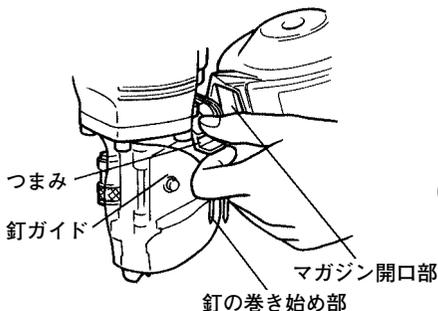

図 8
(2) 釘ガイド内に釘を装てんする
- 釘ガイドとつまみに指をかけ、つまみを下へ押しそのまま左へ開きます。（図8）